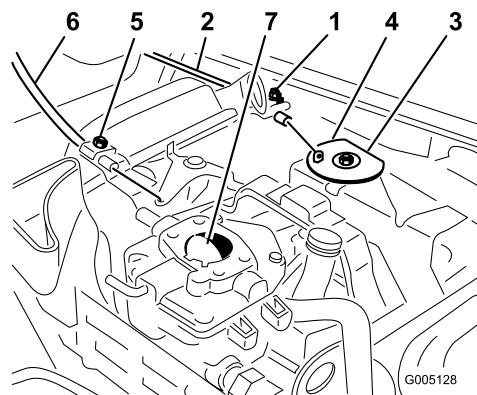

Figura 35
1. Afloje el tornillo de la abrazadera que fija el cable al motor (Figura 35).
3. Tire firmemente del cable del acelerador hasta que la parte trasera del pivote entre en contacto con el tope (Figura 35).
- Tire firmemente del cable del estárter hasta que la palomilla esté cerrada del todo, luego apriete el tornillo de la abrazadera (Figura 35).